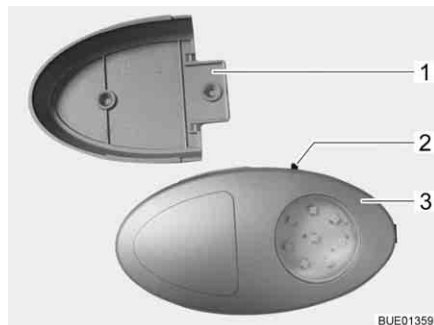

Bild 61 Kleiderschrankleuchte
- ▷ Die Kleiderschrankleuchte kann aus der verschraubten Halterung (Bild 61,1) herausgezogen und als Taschenlampe verwendet werden.
Der Ein-/Ausschalter (Bild 61,2) ist direkt an der Kleiderschrankleuchte (Bild 61,3) angebracht.